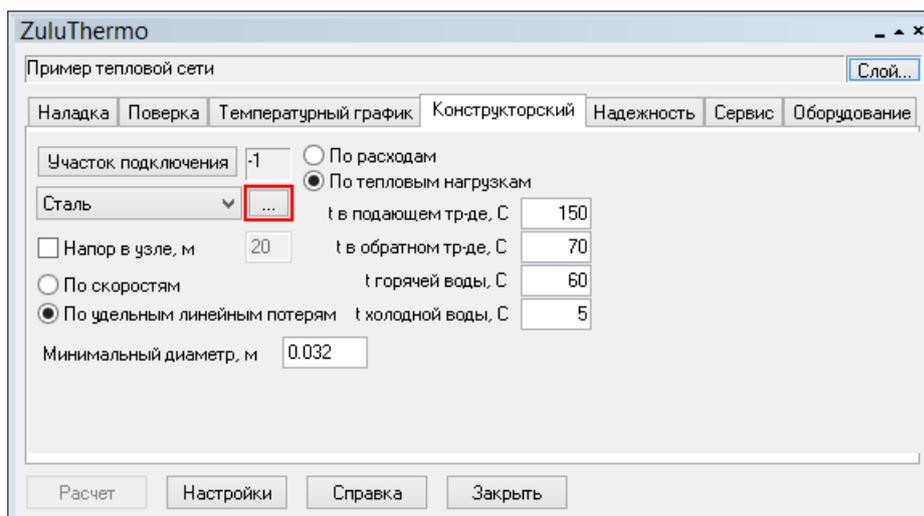

Рисунок 20.2. Открытие справочника по трубам
4. На панели ZuluThermo нажать кнопку  (см. Рисунок 20.2, «Открытие справочника по трубам»).